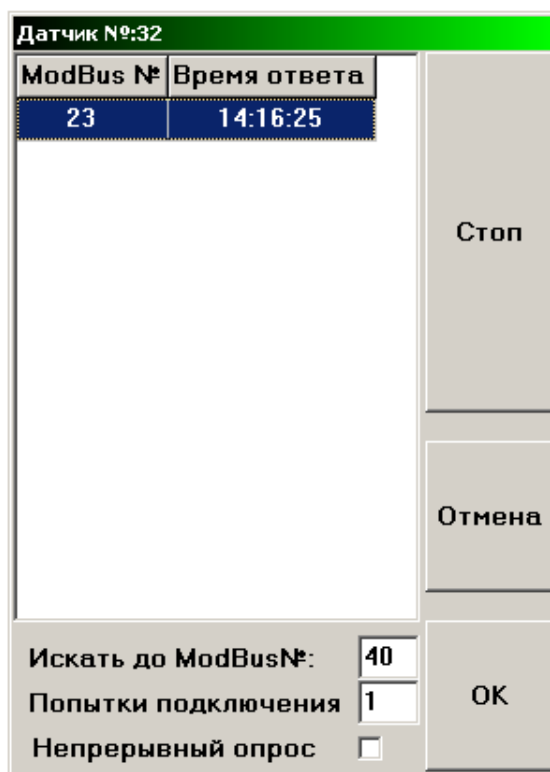

Рис. 6.8 Поле поиска уровнемера
2) нажатие кнопки «Поиск» включает автоматический опрос уровнемеров, генерируя адреса с 1-го до указанного в поле «Искать до Modbus №». На экране высвечивается окно, изображённое на рис.6.8. Программа добавляет найденные уровнемеры в список. После опроса всех ModBus номеров (если не стоит флажок «Непрерывный опрос») поиск прекращается. Чтобы подключиться к одному из найденных приборов для дальнейшей работы, выберите его в списке и нажмите клавишу «ENTER» или кнопку - «ОК».